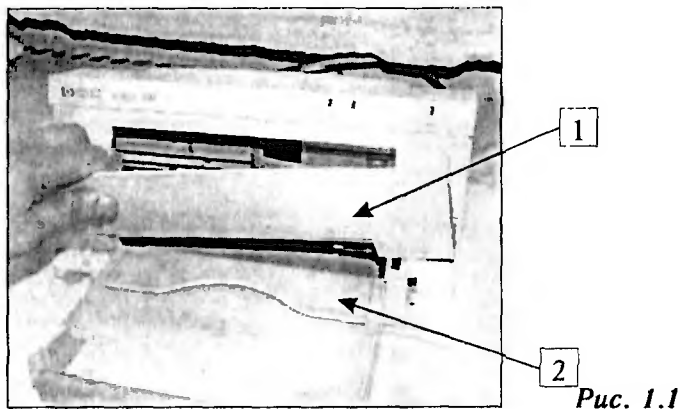

Рис. 1.1
1. Включают принтер (рис. 1.1), открывают лоток подачи бумаги, нажимают кнопку с мнемоническим рисунком картриджа. После того как каретка выйдет из положения парковки, снимают чернильный картридж. Выключают принтер и отключают кабель питания из соответствующего соединителя.